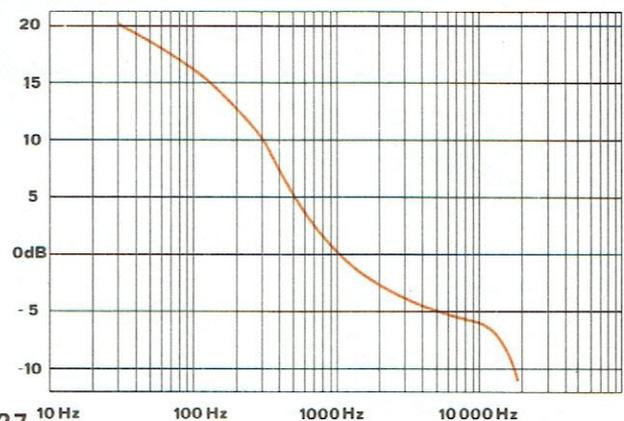

Fig. 27
### 3° - COURBE DE REPONSE (Fig. 27)
- Les rapports de  $V_s$  en fonction de la fréquence, à la tension  $V_s$  pour  $f = 1$  kHz sont représentés par la courbe ci-contre (figure 27).